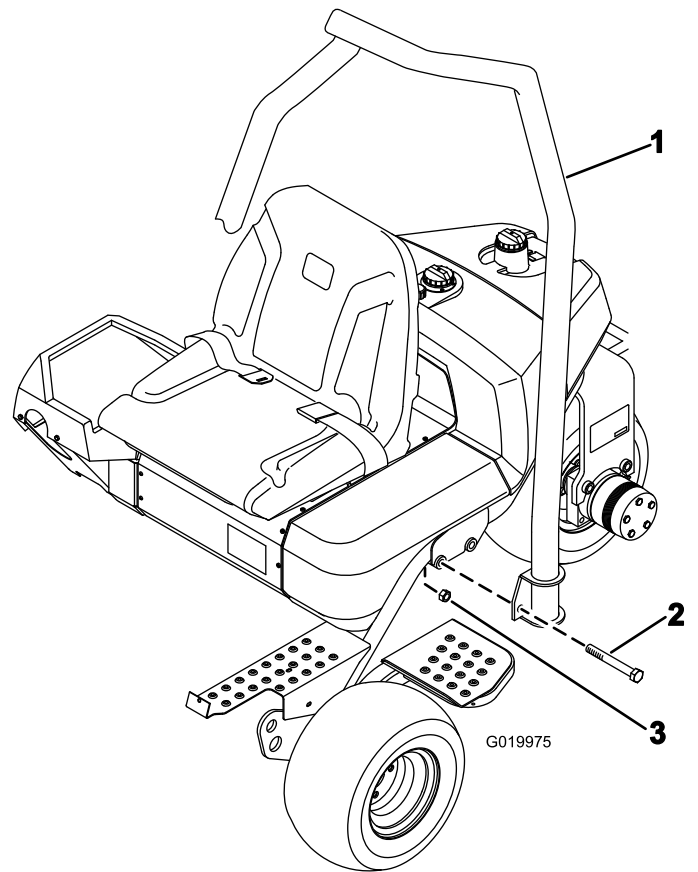

图7
1. 调整 ROPS 的位置使钢管的顶部弯向机器前面图7。
2. 将 ROPS 放低到机架上使其与安装孔对齐图7。
3. 如图7所示用 2 个螺栓 $\frac{5}{8}$ x 4 $\frac{1}{2}$ 英寸和锁紧螺母将 ROPS 的两侧固定到机架上。上紧扭矩至 183223N·m。